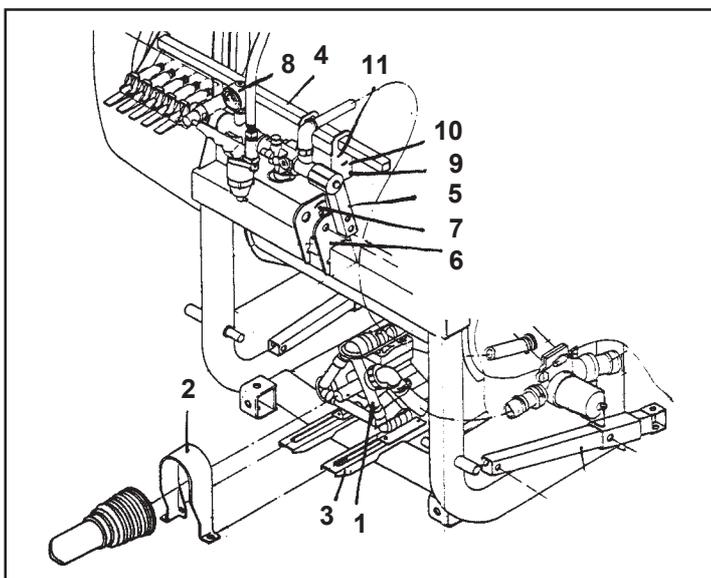

Fig. 5.3
**Sind angegebene Maße nicht zu erreichen, Pumpe (Fig. 5.3/ 1) und Gelenkwellen-schutz (Fig. 5.3/ 2) entsprechend auf Konsole (Fig. 5.3/ 3) verschieben.**
Individuell einstellbar ist die Lage der Bedienungsarmatur nach Schleppertyp und Reichweite der Bedienungsperson über die verstellbare Armaturhalterung (Fig. 5.3/ 4). Hierzu den Armaturenhalter (Fig. 5.3/ 5) an der Oberlenkerlasche (Fig. 5.3/ 6) im Langloch (Fig. 5.3/ 7) entsprechend verschwenken. Die senkrechte Ausrichtung der Armatur (Bezugsebene ist das Manometer (Fig. 5.3/ 8)) am Regelträger (Fig. 5.3/ 9) erfolgt über das Langloch (Fig. 5.3/ 10).
Anschraubbar ist der Armaturenhalter je nach Bedarf wahlweise an der rechten oder linken Oberlenkerlasche (Fig. 5.3/ 6). Darüber hinaus ist die Bedienungsarmatur auch durch Veränderung des Befestigungspunktes (Fig. 5.3 /11) am Regelträger versetzbar.